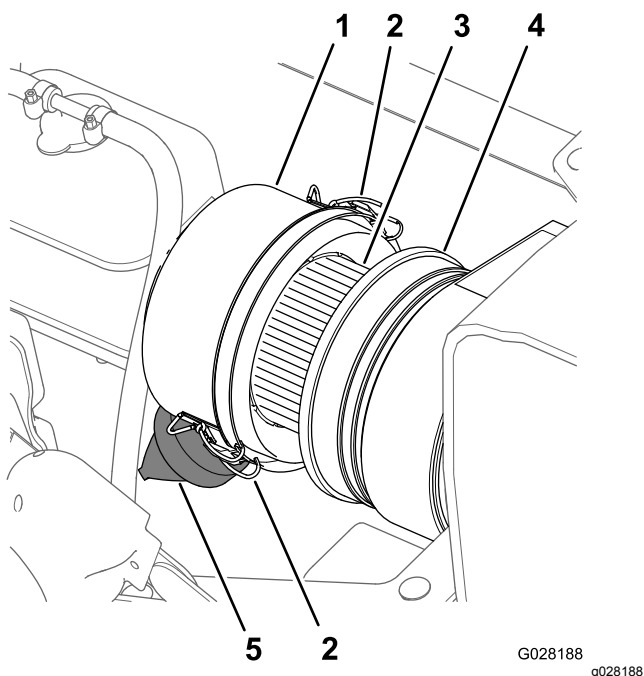
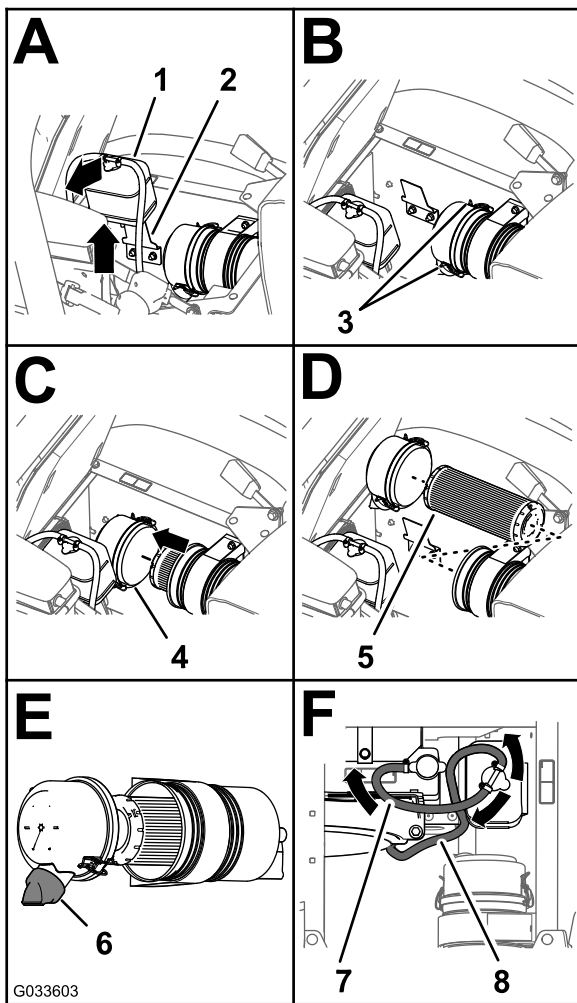

Figura 67
Figura 68
3. Limpe o tampão antipoeira e o corpo do filtro de ar (Figura 67).
4. Verifique se existe algum dano no corpo do filtro de ar que possa provocar uma fuga de ar (Figura 67).
5. Aperte a válvula do pó para a limpar de sujidade, pó e detritos (Figura 67).
7. Verifique se o elemento do filtro de ar tem acumulação excessiva de pó, sujidade e detritos (Figura 67).
8. Instale o tampão antipoeira no corpo do filtro de ar e fixe o tampão com os 2 trincos (Figura 67).
2. Limpe o tampão antipoeira e o corpo do filtro de ar (Figura 67).
3. Levante o depósito de expansão do líquido de refrigeração e retire-o do suporte do depósito (Figura 68).
4. Solte os 2 trincos que fixam o tampão antipoeira ao corpo do filtro de ar (Figura 68).
6. Limpe o interior do tampão antipoeira, do corpo do filtro de ar e da válvula antipoeira com um trapo húmido (Figura 67 e Figura 68).
7. Introduza o elemento do filtro de ar no corpo do filtro de ar (Figura 68).
8. Instale a cobertura no corpo do filtro de ar e fixe-a com os 2 trincos (Figura 68).
Nota: Certifique-se de que a válvula do pó está alinhada entre a posição das 5 e das 7 horas, quando vista da extremidade (Figura 68).
9. Alinhe o depósito de expansão do líquido de refrigeração com o suporte do depósito e posicione o depósito com firmeza (Figura 68).